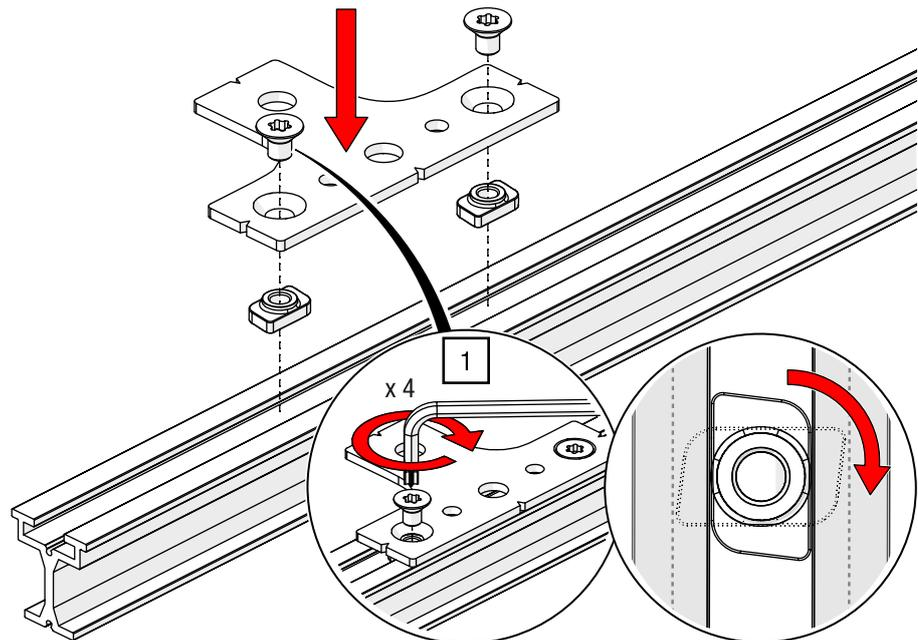

Abb. 48: Ausgleich-Überlaufplatte – längs zur Schiene montieren (Ausgleich)
1. Setzen Sie die Nutensteine im Schienenprofil ein und verschrauben Sie das Blech in Orientierung Ausgleichsplatte mit einem TORX®-Schlüssel T40 und 27 Nm (siehe Abb. 48).